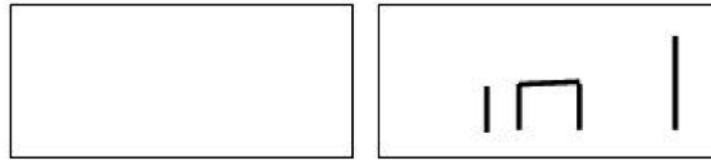

Figure F6.3. Saisie de la position de masse W1
3. Si le côté externe de la roue présente un déséquilibre, le message indiqué sur la figure F6.3 s'affiche.